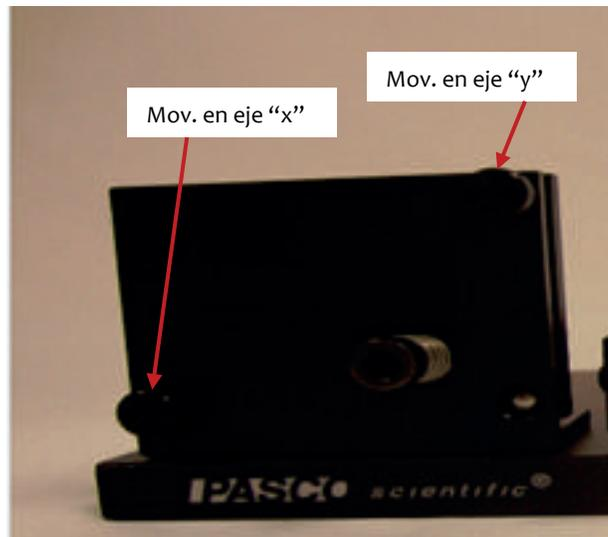

Figura 6.7. Espejo movable
e) El espejo ajustable tiene dos tornillos (figura 6.7). El tornillo inferior los mueve en el eje “x” y el superior en el eje “y”. Ajústelos lentamente hasta que junte el haz dividido y se observe solamente un punto.